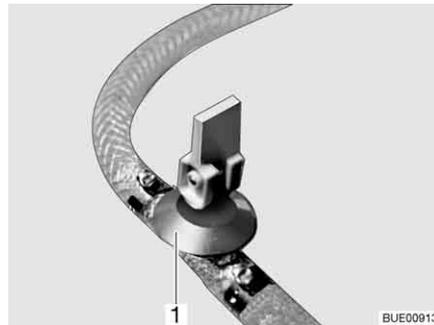
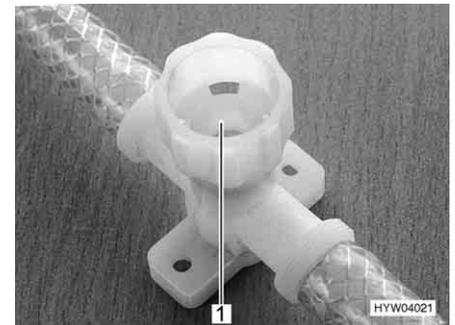

Fig. 176 Llave de desagüe (con balancín)
Fig. 177 Llave de desagüe (con tapa giratoria)
- Abrir todas las llaves de desagüe. Para esto, poner el balancín de la llave de desagüe (Fig. 176, 1) en posición vertical o girar la tapa de la llave de desagüe (Fig. 177, 1) en sentido contrario a las agujas del reloj.